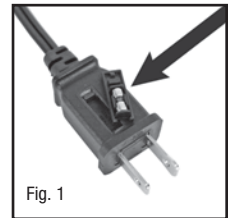
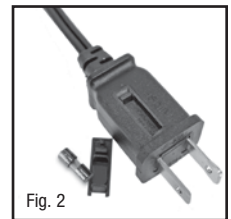

Fig. 1
Fig. 2
- Pour faire fonctionner le ventilateur, tourner le bouton de commande de vitesse sur le réglage de vitesse souhaité : HAUTE (III), MOYENNE (II) ou BASSE (I) (Fig. 2).
2. Si su ventilador pierde potencia y sospecha que el fusible de su ventilador se ha fundido, debe primero retirar el sujetador del fusible de repuesto adjunto al cable de corriente (Fig. 1). Retire el fusible de repuesto del sujetador de plástico y déjelo a un lado (Fig. 2).
El ventilador de alto velocidad Turbo Force^{MR} tiene un diseño aerodinámico que le ofrece versatilidad para cambiar su ángulo de dirección simplemente ajustándolo al ángulo de salida que usted desee (Fig.1). Al usar este ventilador, usted sentirá una corriente de aire fuerte y potente, la cual se moverá rápidamente para proporcionar un efecto enfriante.
- Para hacer funcionar gire la perilla de control al ajuste de velocidad deseado: ALTA (III), MEDIA (II) o BAJA (I) (Fig. 2).